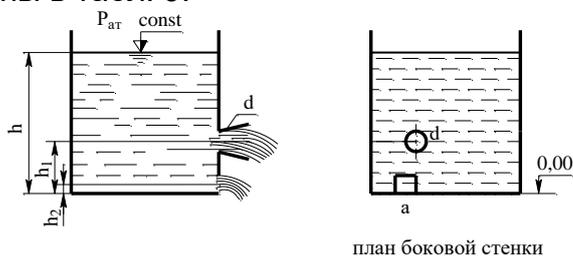

Рис. 26
**Задачи (61-70)** Определить суммарный объемный расход воды  $Q$  из резервуара (рис. 26), имеющего квадратное отверстие со стороной  $a$  и круглое отверстие диаметром  $d$ , к которому присоединен конический расходящийся насадок. Сжатие струи в круглом отверстии считать несовершенным, отметку дна принять равной  $0,00$ . Отметки центра насадка  $h_2$ , центра отверстия  $h_1$  и уровня воды в резервуаре  $h$ . Числовые данные приведены в табл. 9.